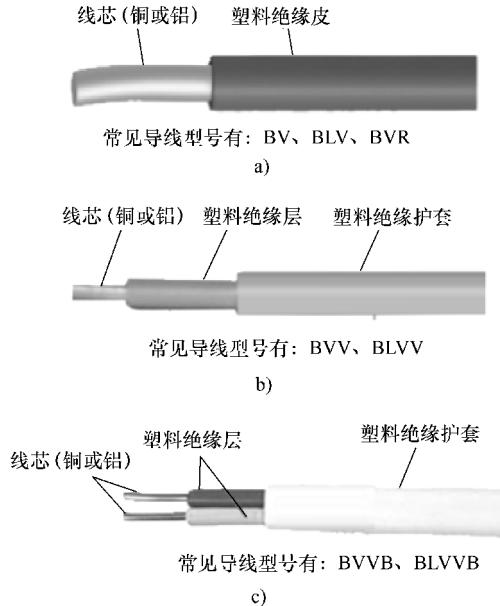

图4-1 常用塑料绝缘硬线的结构
① 塑料绝缘硬线的线芯数较少，通常不超过5芯，在对其规格型号进行标注时，首字母通常为“B”字。图4-1所示为常见塑料绝缘硬线的结构。